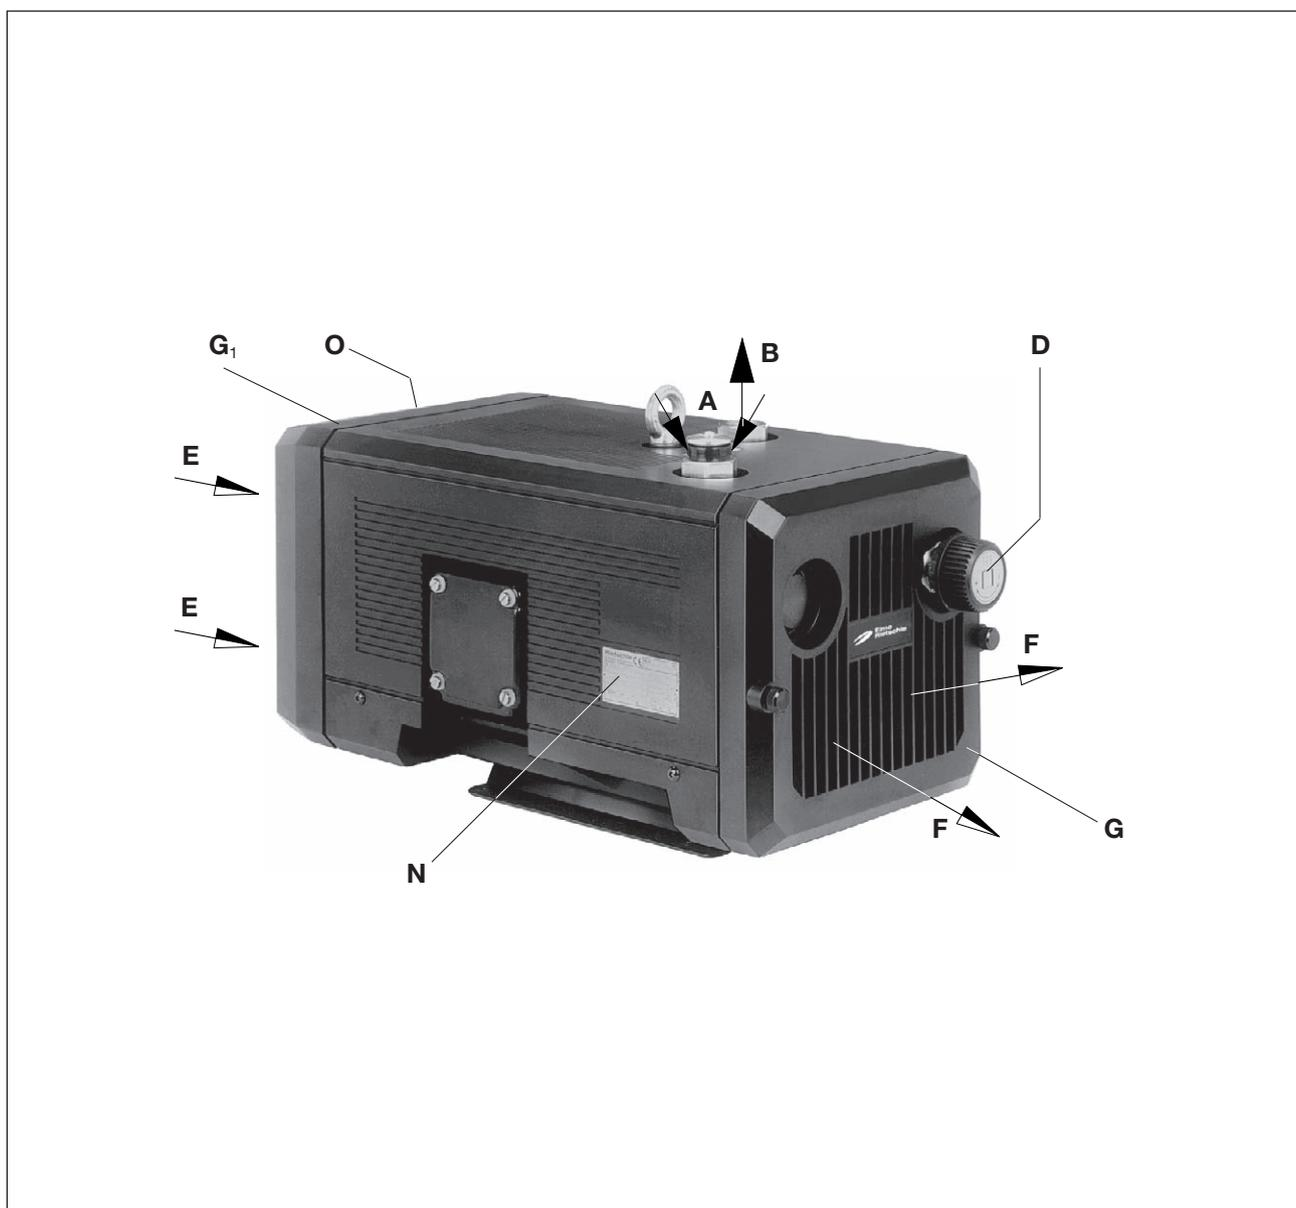
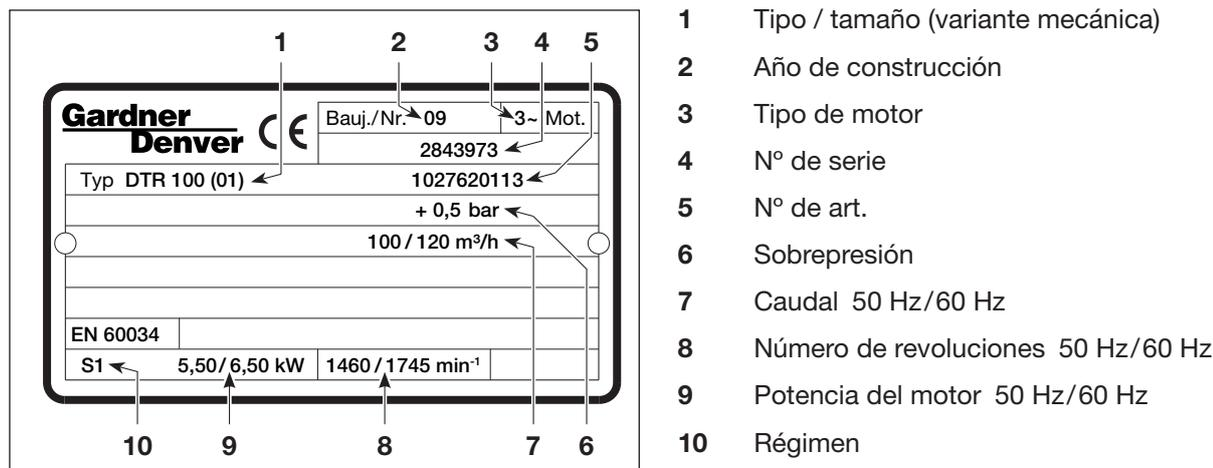

Fig. 2 Compresor V-DTN
Fig. 3 Placa de características (ejemplo)
El motor y el compresor tienen un árbol común. La válvula reguladora de presión (fig. 2/D) permite el ajuste de la presión a los valores deseados hasta un límite máximo.
Los compresores rotativos de paletas V-DTN 6 hasta V-DTN 40 de ejecución en seco son adecuados para la generación de una sobrepresión de entre 0 y el límite máximo (bar) indicado en la placa de características (fig. 2/N). Admiten un funcionamiento continuo.
Para el desmontaje de la rejilla de salida (fig. 2/G), la rejilla de aspiración (fig. 2/G1) y la tapa de la carcasa (fig. 3/b) se requiere un espacio de al menos 30 cm para los trabajos de mantenimiento. Además, asegurarse de que las entradas (fig. 2/E) y las salidas (fig. 2/F) de aire de refrigeración estén a una distancia mínima de 10 cm de la pared (el aire de refrigeración saliente no debe volver a aspirarse).
- a) Toma de presión (fig. 2/B).
Las gamas de presión necesarias se pueden ajustar con la válvula reguladora de presión (fig. 2/D) conforme al símbolo indicado en el botón giratorio.
- a) Los datos eléctricos del motor figuran en la placa de características (fig. 2/N) o en la placa del motor. Los motores se corresponden con EN 60034 y son de índice de protección IP 55 y clase de aislamiento F. El esquema de conexión correspondiente se encuentra en la caja de bornes del motor (no aplicable en versiones con conector para clavijas). Comparar los datos del motor con los datos de la red eléctrica existente (tipo de corriente, tensión, frecuencia de la red, intensidad admisible).
- ▷ El sentido de giro previsto para el árbol de accionamiento está señalado mediante la flecha (fig. 2/O) en la brida del motor.